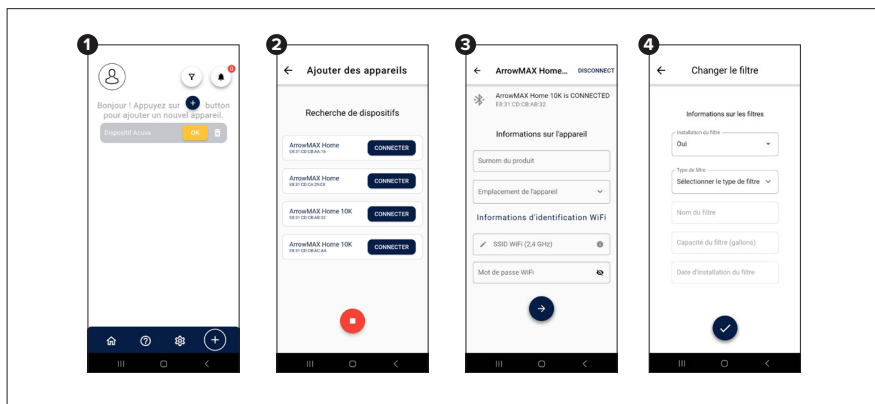

Figure 13 : Configuration de l'application
- b. Le dispositif doit ensuite être associé au compte en suivant les étapes suivantes, comme illustré à la **FIGURE 13**.